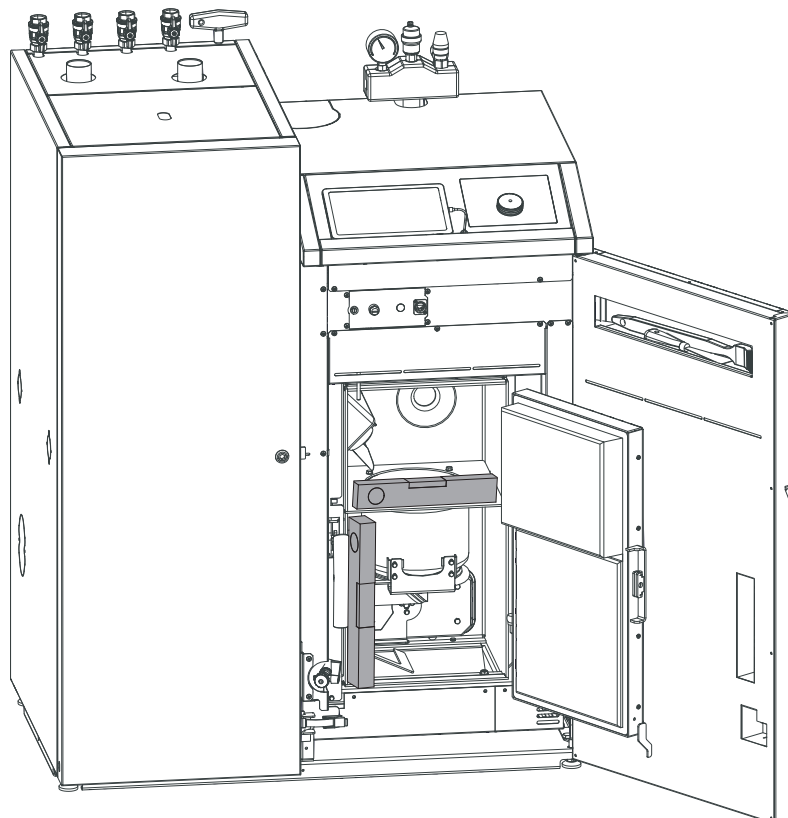

Fig. 20 Allineare la caldaia con una livella a bolla
- Spingere la caldaia nel luogo e punto di installazione e con le 4 viti di regolazione allinearla in orizzontale o leggermente in salita verso il retro. Per allinearla, appoggiare una livella a bolla nella parte anteriore del telaio della porta o sulla lamiera di tenuta – Fig. 20.